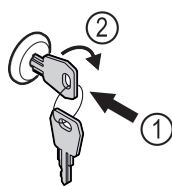

Fig. 171
- ▶ Inserire la chiave Fig. 171 (1).
- ▶ Ruotare la chiave di 90° in senso orario Fig. 171 (2).